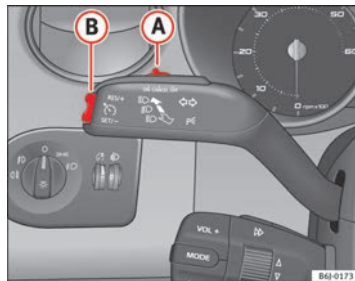

Abb. 114 Blinker- und Fernlichthebel: Schalter und Wippe für die Geschwindigkeitsregelanlage
- Drücken Sie den oberen Teil der Wippe **RES** ⇒ Abb. 114 **A**, um die Geschwindigkeit zu erhöhen. Solange Sie die Wippe gedrückt halten, beschleunigt das Fahrzeug. Sobald Sie die Wippe loslassen, wird die neue Geschwindigkeit gespeichert.
Wenn Sie die gespeicherte Geschwindigkeit durch Treten des Bremspedals verringern, wird die Geschwindigkeitsregelanlage deaktiviert. Sie können durch einmaliges Drücken des oberen Teils der Wippe **RES+** → Abb. 114 **B** die Regelung wieder aufnehmen.